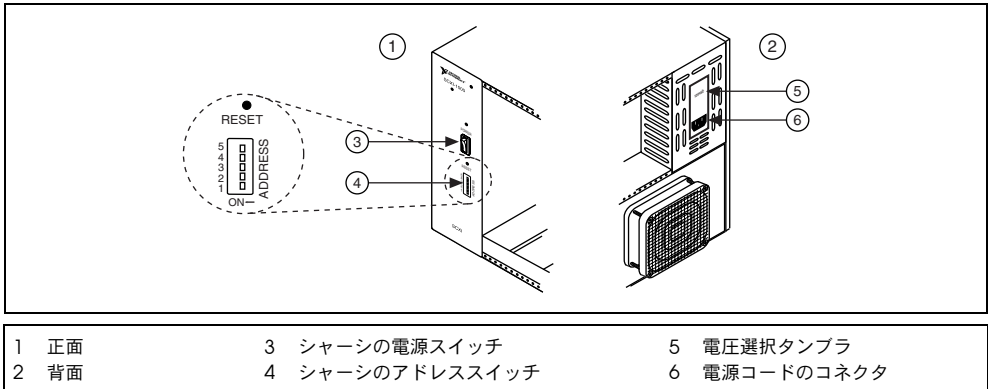

図 2 SCXI シャーシのセットアップ
- シャーシにアドレススイッチがある場合、オフに設定します。図 2 では、スイッチはすべて OFF の位置にあります。